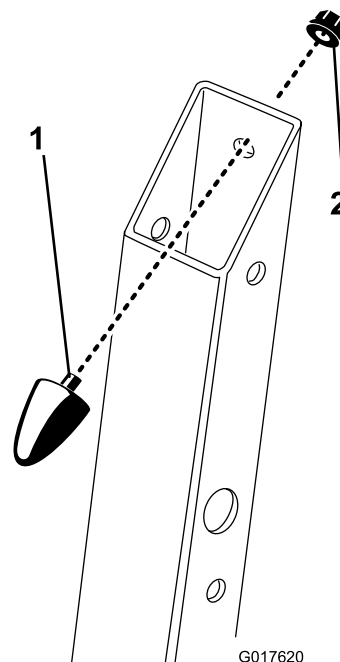

Figura 6
4. Se i respingenti conici in gomma non sono preinstallati, effettuate quanto segue sbloccate il roll bar e posizionalo in basso. Installate i respingenti conici in gomma nell'apertura sopra i supporti roll bar come mostrato in Figura 6. Fissate i paraurti utilizzando i dadi flangiati (5/16 poll.).